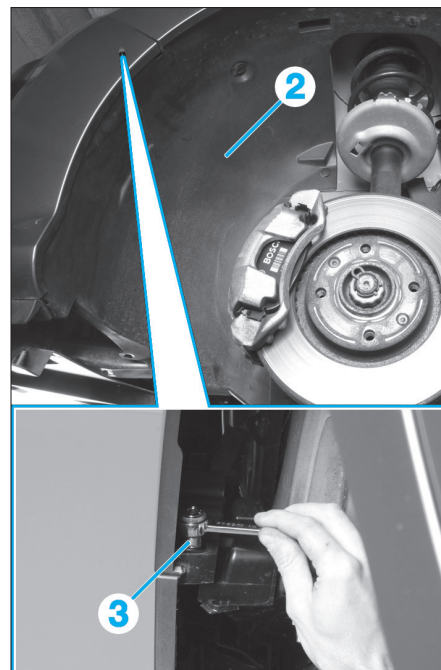

Fig. 154
- De chaque côté, déposer les pare-boue avant (2) (Fig.154).
- les vis de fixation (3),